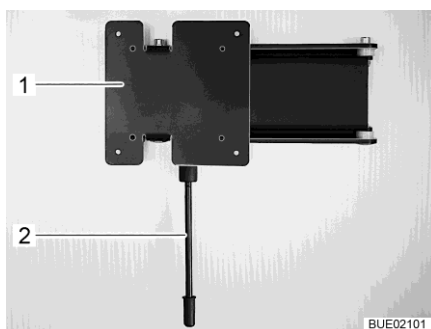

Fig. 68 Supporto a parete
- Tirare verso il basso la leva di sbloccaggio (Fig. 68,1) e ruotare il supporto (Fig. 68,2) con lo schermo piatto nella posizione desiderata.